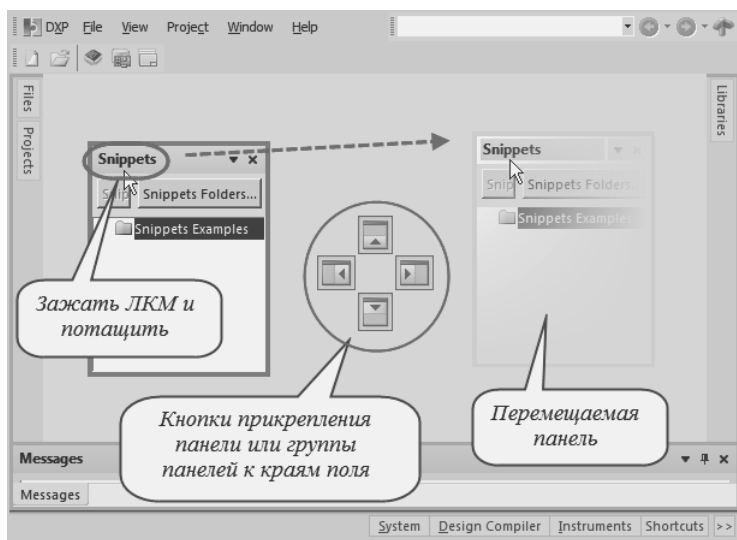

Рис. 1.9. Перемещение рабочей панели
1. Независимо от того, где расположена рабочая панель, входит она в группу или нет, зажмите ЛКМ **на названии** (зона 1) любой из имеющихся панелей, как показано на рис. 1.9, и начните перемещать курсор к центру рабочего поля. Вместе с курсором будет перемещаться полупрозрачное изображение панели.
5. Разместите курсор вне кнопок и зон прикрепления и отпустите ЛКМ (рис. 1.9).